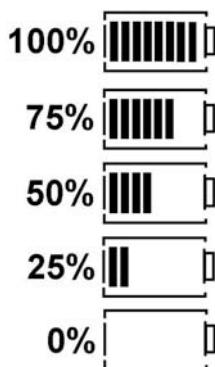

Fig. 6: Batteriernas laddningstillstånd
- Symbol för TRMS (AC)
Batteriets aktuella laddningstillstånd visas alltid på LCD-displayen (fig. 5, pos. 5). Antalet stolpar visar batteriets laddningstillstånd i procent (fig. 6).